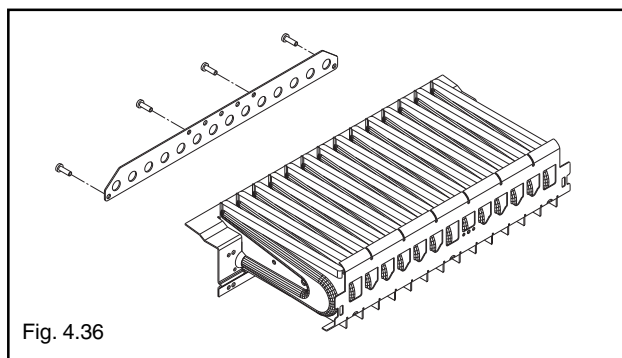

Fig. 4.36
- per trasformazione da GPL a gas metano o aria propano togliere, se presente, la flangia posteriore dal bruciatore (fig. 4.36)